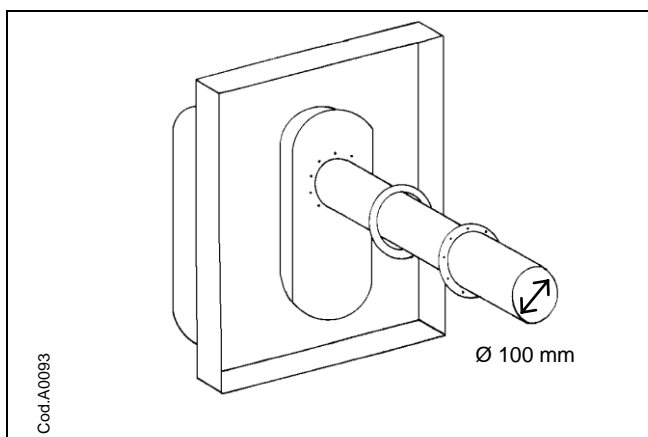

Fig. 7
8. Monter det tykkeste rør (frisklufttrøret) med pakning ved hjælp af de medfølgende skruer (se fig. 7).